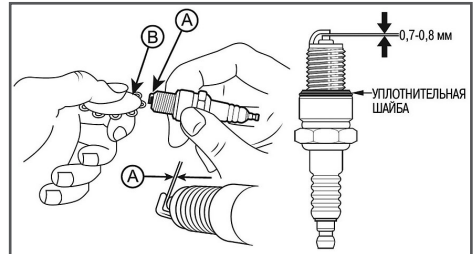

Рис. 27 Зазор между электродами свечи зажигания
4. Измерьте зазор А между электродами свечи зажигания специальным щупом В (Рис. 27). Зазор должен быть 0,7–0,8 мм (Рис. 27). При увеличении или уменьшении требуемого зазора, рекомендуется заменить свечу, так как регулировка зазора может привести к изменению качества искрообразования.